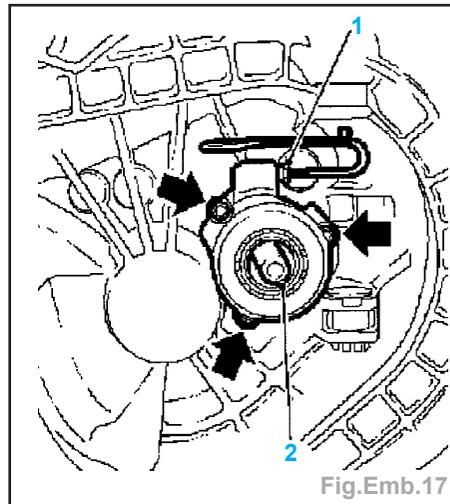
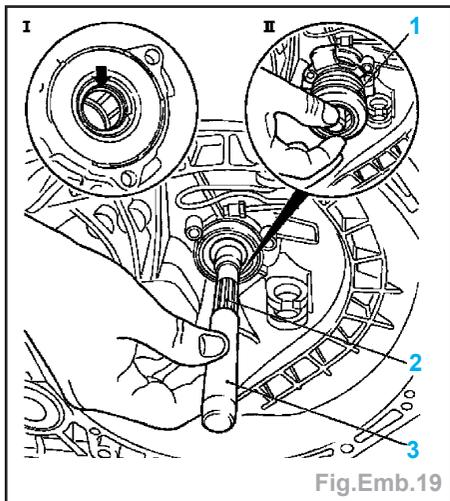

Fig.Emb.17
Fig.Emb.19
- Dévisser l'écrou-raccord (1) (Fig.Emb.17).
- Mettre en place le débrayage central (Fig.Emb.19) :
- monter un outil d'aide de montage (3) sur l'arbre d'entraînement (2) afin de ne pas endommager la bague d'étanchéité (flèche),
- mettre en place le débrayage central (1).
- serrer les 3 vis neuves (flèches) à 0,5 daN.m (Fig.Emb.17),
- retirer l'outil d'aide de montage (2).